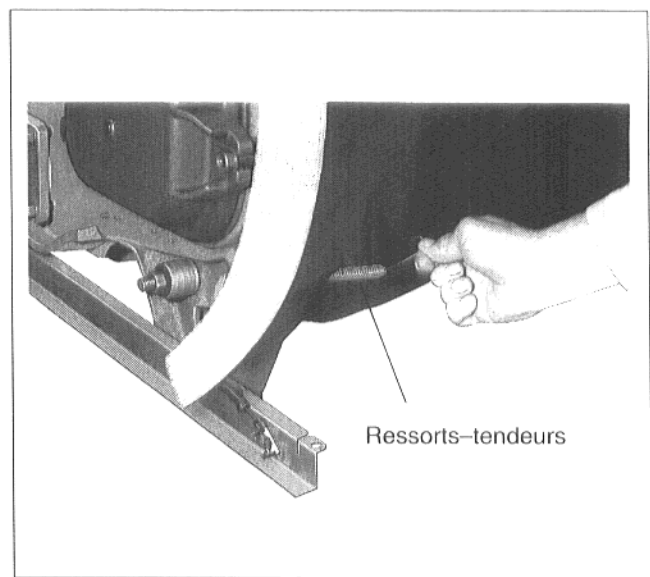

Fig. 38
- Accrocher les ressorts-tendeurs à gauche et à droite dans les tiges d'assemblage inférieures, comme indiqué au point 9.2. et Fig. 38. Tendre les ressorts-tendeurs, appuyer les éléments isolants sur le bloc de la chaudière et accrocher les ressorts-tendeurs dans la face doublée des éléments isolants.